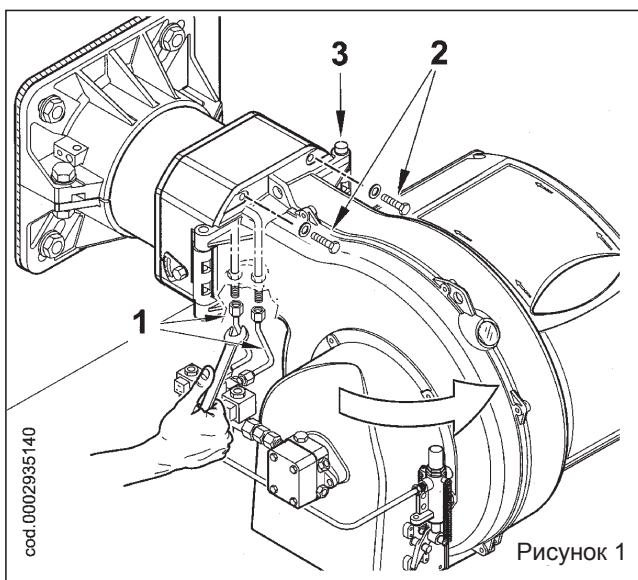

Рисунок 1
- Открутите четыре винта (2) и поверните горелку вокруг пальца (3), помещённого в специальный шарнир (рисунок 1).